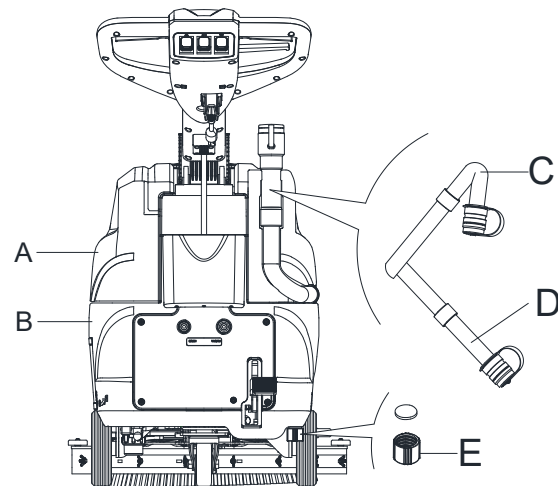

Figura 10
Al vaciar el agua residual, el tubo de aspiración de los residuos se debe doblar (C, Figura 10) y bajar a una posición más baja (D, Figura 10), a continuación, abra la tapa del tubo de aspiración de residuos para vaciar el agua. Evite que la boca del tubo de aspiración de residuos esté orientada hacia arriba para drenar el agua verticalmente. Esto es para prevenir que las aguas residuales salpiquen al operador.
8. Vacíe el depósito de solución detergente con la tapa de salida (E, Figura 10). Después del uso, enjuague el depósito con agua limpia.
2. Vacíe los depósitos (A y B, Figura 10) tal y como se indica en el párrafo anterior.
4. Limpie la tapa del depósito de recogida (A), depósito de recogida (C), del depósito de la solución limpia (D) y del filtro con flotador de bola (B). Vacíe el depósito de recogida usando el tubo de descarga (D, Figura 10).
5. Instale el filtro con flotador de bola (B) y la tapa del depósito de recogida (A).